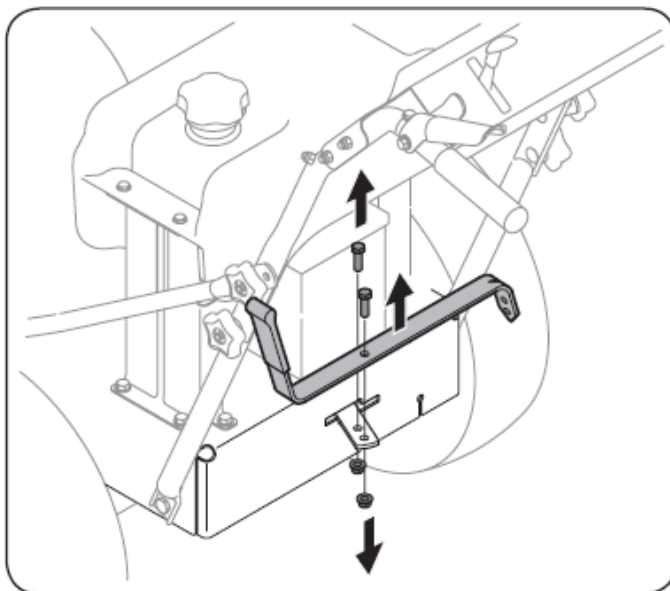

Figure 3-5
2. Retirez la vis et l'écrou restants de la plaque inférieure du levier de vitesse. Consultez la Fig. 3-5.